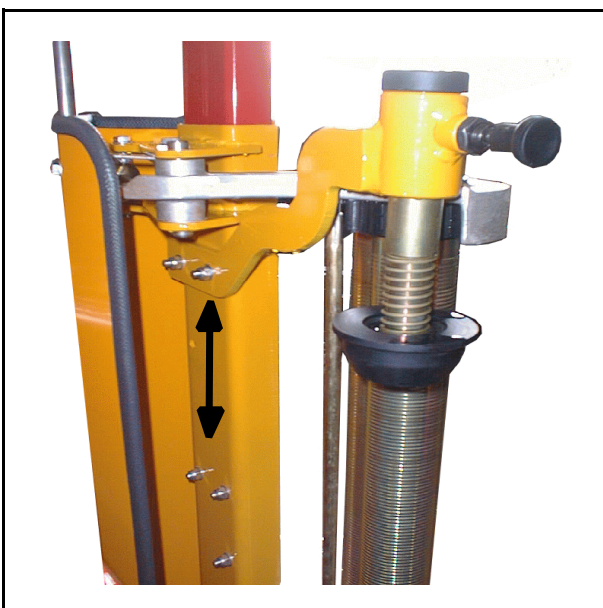

Fig. 4-3
- 4.2 Plastrullen settes i riktig posisjon og den fjærbelastede låsen settes på. Fra fabrikken er forstekkeren satt til 750mm film, men den øvre braketten kan enkelt flyttes til det nedre hullbildet for 500mm film. (Se fig. 4-3)